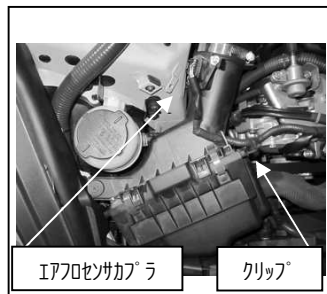

図 1
- ①バッテリー端子を取り外します。
- ②エアフロセンサカバーとハーネス固定のクリップを外します。図 1 参照